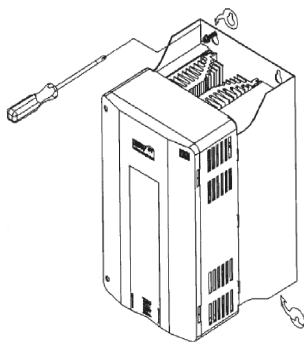
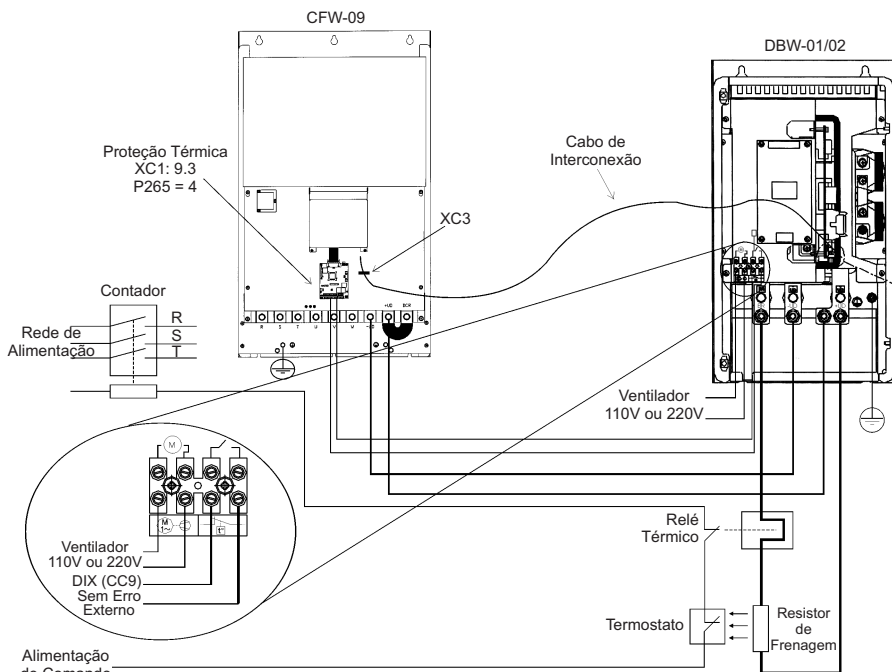

Figura 3: Procedimento de instalação do DBW-01 e DBW-02 em superfície
Figura 8: Conexões entre o DBW, CFW-09 e Resistor de Frenagem
Passo3 Instale o DBW na superfície desejada, e aperte os parafusos (figura 3).
- Passo 4** Conecte o barramento +UD do módulo de frenagem ao borne +UD do inversor, conforme a figura 8;
- Passo 5** Conecte o barramento -UD do módulo de frenagem ao borne -UD do inversor, conforme a figura 8;
- Passo 6** Conecte um lado do cabo de interligação ao conector XC3 (figura 3) do cartão CRG4 no módulo de frenagem. Conecte o outro lado do cabo ao conector DB9, que é fixado a um suporte metálico ao lado do cartão de controle do CFW-09, ver figura 8;
- Passo 7** Conecte o resistor de frenagem e o relé térmico em série entre os bornes +UD e BR, conforme a figura 8;
A figura 8 apresenta as conexões do módulo de frenagem ao CFW-09, bem como as conexões do resistor ao módulo de frenagem. Também é apresentada a inclusão de um relé térmico e um termostato em contato com o corpo do resistor a fim de proteger o mesmo. Os cabos que fazem as conexões de potência entre o CFW-09 e o módulo e entre o módulo e o resistor de frenagem devem ser dimensionados de acordo com o ciclo térmico da frenagem.